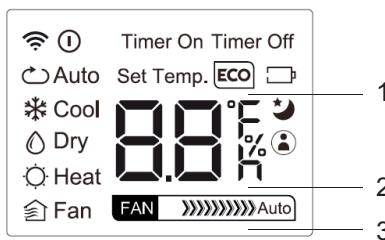

fig. 6 -
1. Praca praca "ECO" (część 1 "fig. 6 -") (na wyświetlaczu urządzenia wewnętrznego pojawia się komunikat "E--C--O" z pojawiającymi się po sobie literami, po których następuje wskazanie ustawionej temperatury)
2. Praca w trybie SLEEP (Sen) (poz. 2 "fig. 6 -")
3. Praca w trybie „FOLLOW ME” (Idź za mną) (poz. 3 "fig. 6 -")